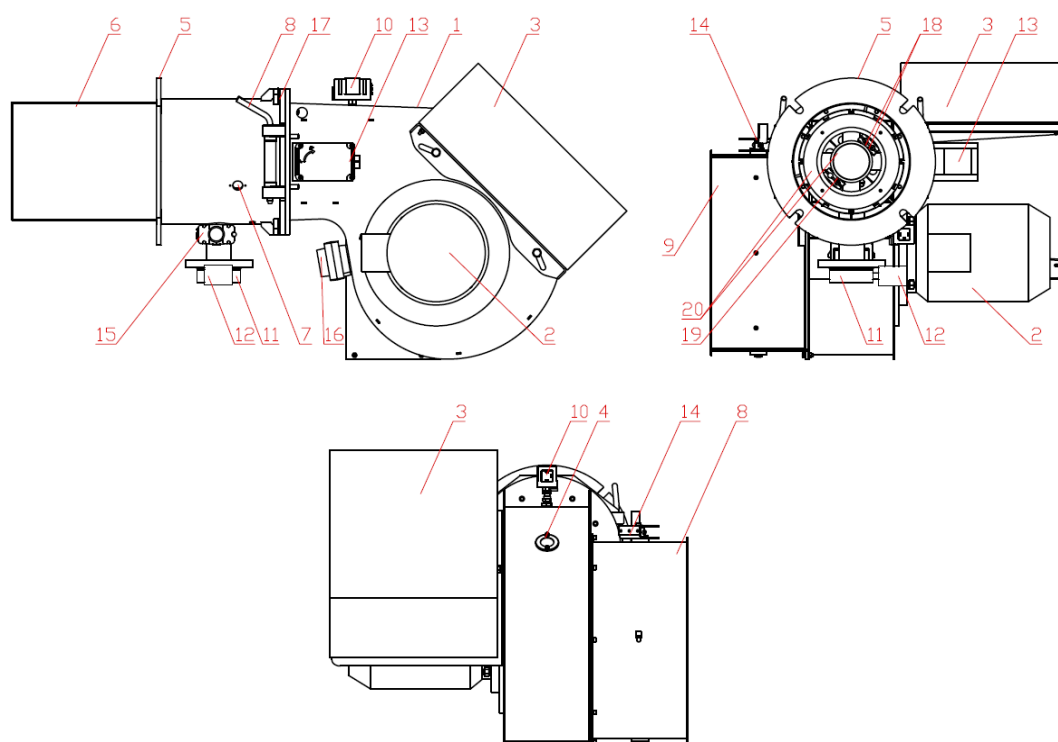

Рис.1. Общий вид устройства горелочного серии Т-3.195 G.E.
1.3.1 Состав устройства горелочного серии Т-3.195 G.E и размещение составных частей показаны на рис.1.